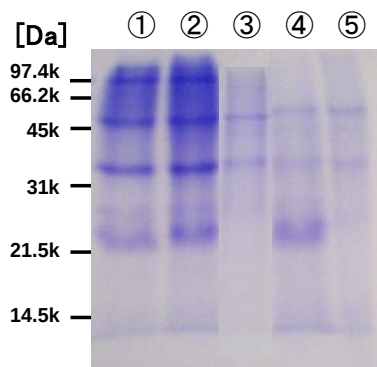

図1 各工程での SDS-PAGE
未加熱の溜醤油(生揚溜)を通常の火入れ滓下げに従って処理した際の、各工程における溜醤油の SDS-PAGE を示します(図1)。火入れにより生じる滓(③)にもタンパク質が含まれていますが、火入れ上清(②)にもタンパク質が多く残存していました。また、滓下げ剤を添加して、35℃で1週間滓下げを行った後の上清(④)にもタンパク質は残存していました。この残存タンパク質が、調合時や流通時における二次滓の原因となる可能性が考えられました。